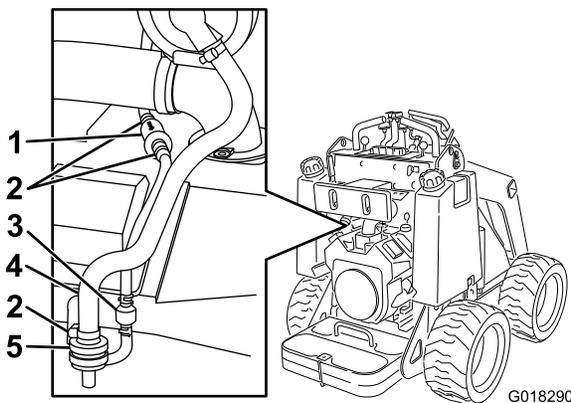

Рисунок 21
2. Ослабьте зажим шланга над воздушным фильтром с угольным элементом (Рисунок 21).
3. Снимите и удалите в отходы воздушный фильтр (Рисунок 21).
4. Установите новый фильтр в шланг и зафиксируйте его шланговым хомутом (Рисунок 21).
2. Переместите шланговые хомуты пружинного типа с обеих сторон фильтра линии продувки с угольным элементом в стороны от фильтра (Рисунок 21).
3. Снимите и удалите в отходы фильтр линии продувки (Рисунок 21).
4. Установите новый фильтр в шланг так, чтобы стрелка на фильтре была направлена в сторону обратного клапана, и зафиксируйте его шланговыми хомутами (Рисунок 21).